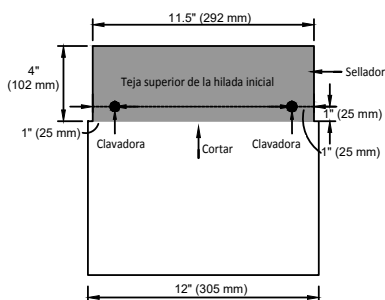

Figura 2
4. **Prepara la hilada inicial...** Usa una pieza de cumbrera de 12" x 12" (305 mm x 305 mm) y corta a lo largo de la línea entre el traslape de inicio y el área expuesta de la teja. Esto proporcionará una pieza inicial de 4" x 11" $\frac{1}{2}$ " (102 mm x 292 mm) de espesor doble (consulta la Figura 2).